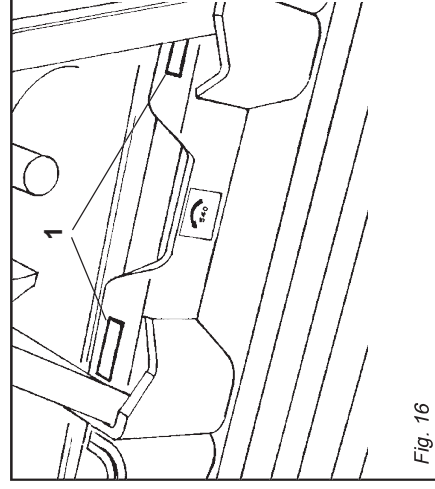

Fig. 16
- Anteriormente il carrello è provvisto di 2 pattini di guida (1 Fig. 16), che possono essere sostituiti in caso di usura.
- Les 2 patins de guidage (1 Fig. 16) prévus à l'avant du chariot peuvent être remplacés en cas d'usure.
- El carro anteriormente está dotado de 2 patines de guía (1 Fig. 16) que se pueden sustituir si se desgastan.